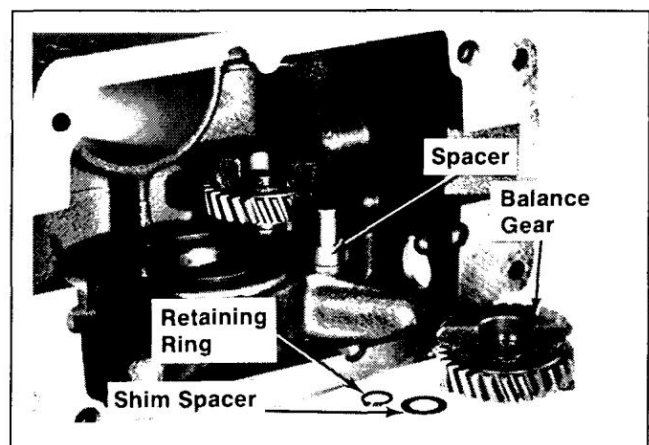

Figure 12-9. Installation des engrenages d'équilibrage.
1. Installez l'entretoise de 3/8", une entretoise de 0,010", balancier, une entretoise de cale de 0,020" et un anneau de retenue (bord arrondi vers le balancier). Reportez-vous à la Figure 12-9. Un nouveau style de roulement à aiguilles est désormais utilisé sur l'ensemble d'engrenages d'équilibrage de la série K.
Reportez-vous aux figures 12-9 et 12-17.
4. Installez une (1) cale d'espacement de 0,020" et une bague de retenue (bord arrondi vers l'engrenage). Vérifiez le jeu axial du pignon d'équilibrage inférieur comme indiqué dans la section « INSTALLATION DES PIGNONS D'ÉQUILIBRAGE ». Reportez-vous aux figures 12-9 et 12-dix.